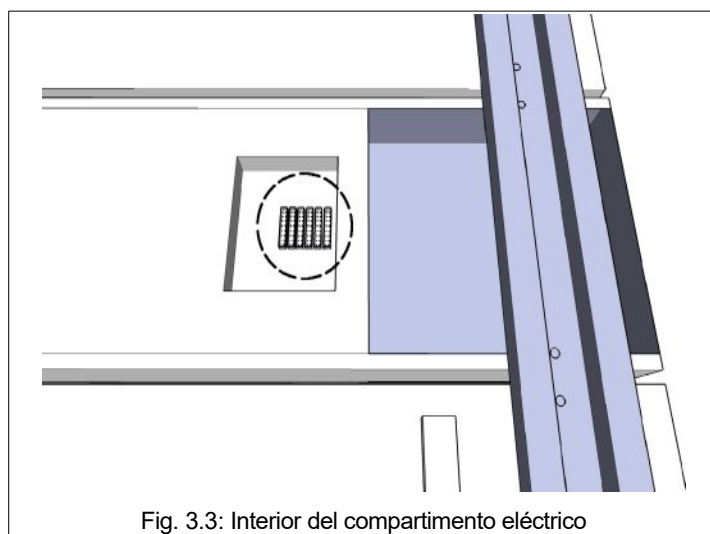
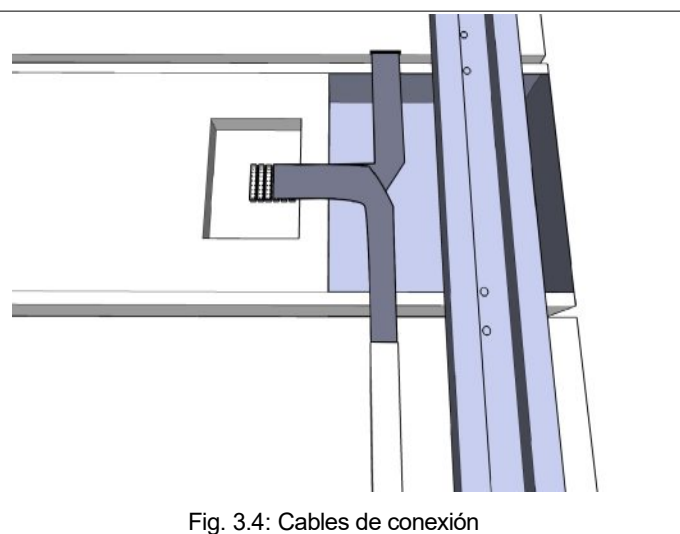

Fig. 3.3: Interior del compartimento eléctrico
Fig. 3.4: Cables de conexión
Compruebe también que el cable plano de los módulos (Fig. 3.4) quede libre para realizar las conexiones siguientes.
2. Conecte los cables planos de los módulos a los conectores (Fig. 3.3, Fig. 3.4) de la tarjeta electrónica montada dentro del compartimento eléctrico. Intente realizar un montaje ordenado usando las canaletas que lleva detrás el marcador para conectar los módulos más alejados. El orden de conexión **no** es importante: cada cable puede ser conectado a uno cualquiera de los 6 conectores disponibles.